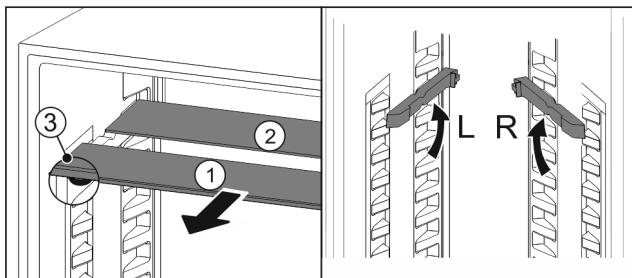

Fig. 20
- ▶ Skleněné desky jednotlivě vytáhněte dopředu Fig. 20 (1).
- ▶ Skleněná deska Fig. 20 (1) s ozdobnou lištou leží vpředu.
- ▶ Zarážky Fig. 20 (3) směřují dolů.